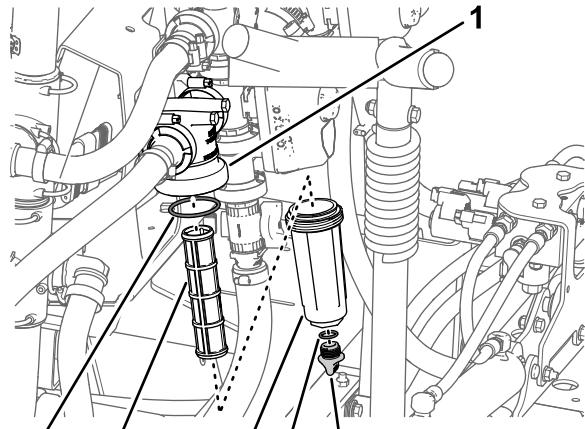

Figura 53
2. Coloque un recipiente de drenaje debajo del filtro de presión (Figura 53).
3. Gire el tapón de vaciado en sentido antihorario y retírelo de la cubeta del filtro de presión (Figura 53).
4. Gire la cubeta en sentido antihorario y retire la cabeza del filtro (Figura 53).
5. Retire el elemento del filtro de presión (Figura 53).
7. Inspeccione la junta del tapón de vaciado (situada dentro de la cubeta) y la junta de la cubeta (situada dentro de la cabeza del filtro) en busca de daños o desgaste (Figura 53).
8. Instale el elemento del filtro de presión en la cabeza del filtro (Figura 53).
- Instale la cubeta en la cabeza del filtro y apriétela a mano (Figura 53).
- Coloque el tapón de vaciado en el acoplamiento inferior de la cubeta, y apriete el tapón a mano (Figura 53).